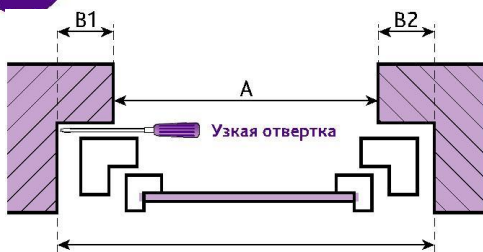

Рис. 1
Если размер $B1, B2 < 40\text{мм}$, рис. 1, то ширина оконного блока = $C-2 \times 20\text{ мм}$, где 20 мм – оптимальный монтажный зазор.
- Если размер $B1, B2 > 40\text{ мм}$. Рис.1 то ширина оконного блока = $A+2 \times 25\text{ мм}$, где 25 мм – оптимальная величина заведения рамы за четверть.